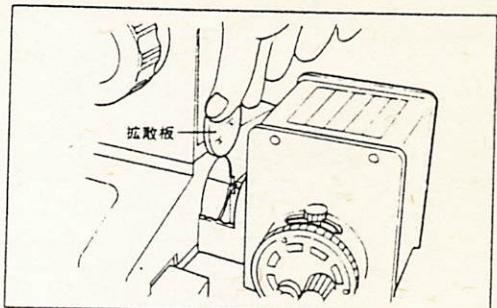

図7
9) 図7のように拡散板のマット面を鏡基側に向け、フィルタ受けの最も鏡基側の溝に落とし込みます。